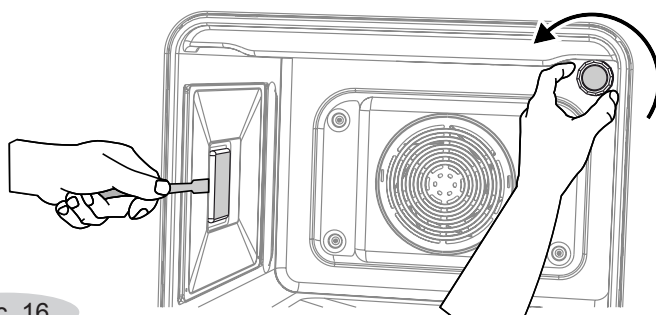

Рис. 16
- Открутите стеклянный плафон или снимите плафон бокового освещения предварительно сняв проволоочную направляющую (рис.16).